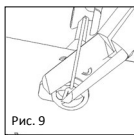

Рис. 9
■ **fig. 9** Por fim, corta-se a haste (REF 8000 171) próximo da placa de cobertura com a pinça de corte. O pino criado desta forma na placa de cobertura apoia depois a fixação do transplante entre a placa de cobertura e a membrana timpânica, evitando uma deslocação pósoperatória. O comprimento do pino pode ser variado, mas deve ser adequado à espessura do transplante previsto.
■ **Рис.9** Наконеч, вал отрезается сразу за головной пластиной с помощью отрезных щипцов (КОД 8000 171). Штифт, который остается на головной пластине, в дальнейшем будет служить для опоры крепления трансплантата между головной пластиной и барабанной перепонкой, предотвращая смещение в послеоперационный период. Длина штифта может меняться, но она должна в определенной пропорции соотноситься с толщиной применяемого трансплантата.